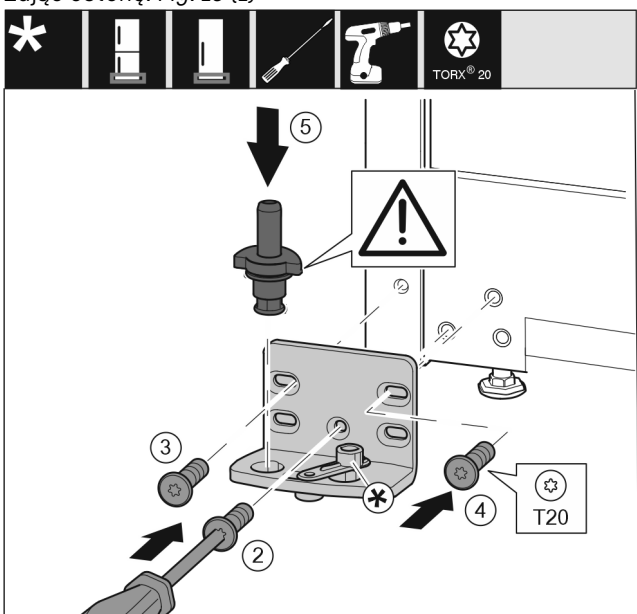

Fig. 14
- ▶ Płytę zawiasu założyć z drugiej strony i przykręcić przy pomocy śrubokręta T20. Rozpocząć od śruby 2 dolnej umieszczonej na środku. Fig. 14 (2)
- ▶ Dokręcić śrubę 3 i 4. Fig. 14 (3,4)
- ▶ Założyć cały sworzeń płytki zawiasu. Przy tym zwrócić uwagę, by krzywka zatrzaskowa wskazywała do tyłu. Fig. 14 (5)